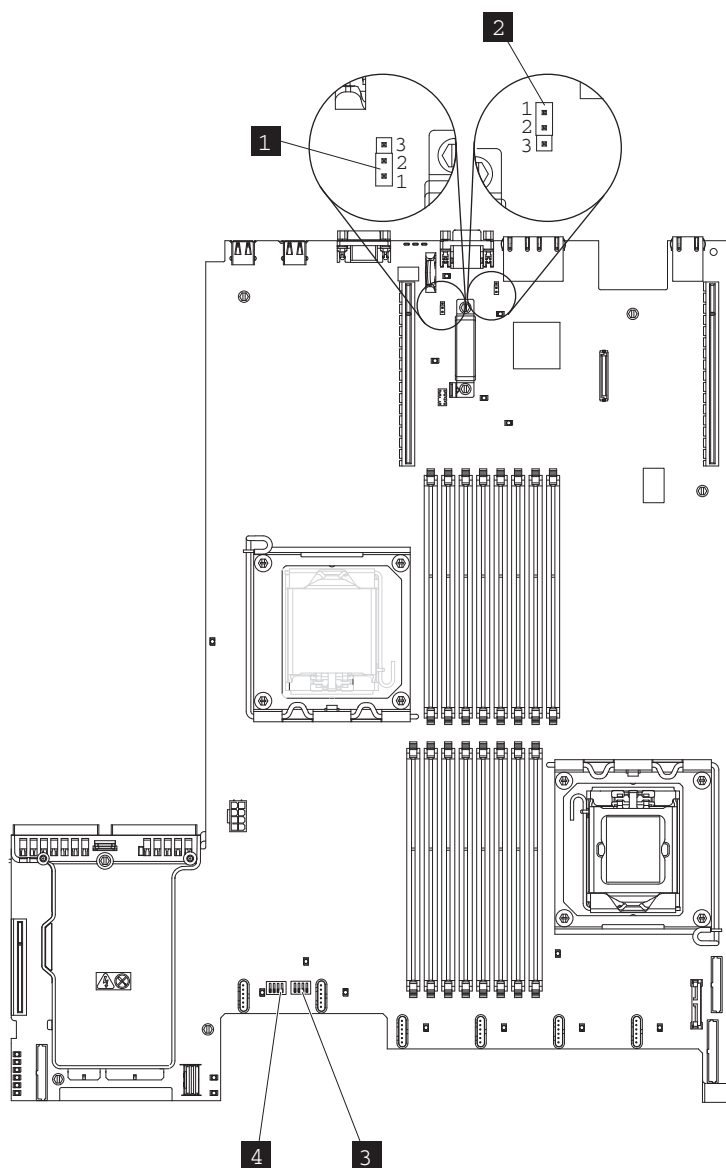

Figura 324. Configurando jumpers na placa-mãe
1. Descompacte a nova placa-mãe e configure seus jumpers apropriadamente, conforme mostrado na Figura 324 na página 409.